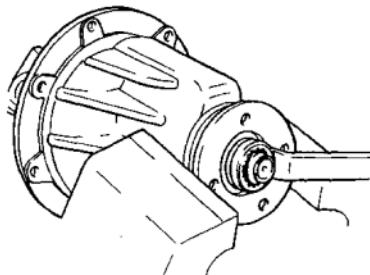

图 13-14
(8) 将主减速器总成固定在卡具上，使其万向节凸缘不能转动，用专用扳手拧松主动齿轮锁紧螺母。如遇该螺母采用冲铆防松时，可用工具将其清除，再从主动齿轮端部拆下螺母以及垫圈和万向节凸缘等（图13-14）。